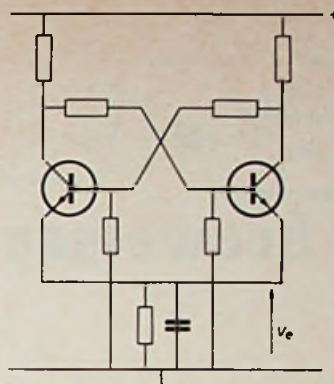

Fig. 16
- 4^e Gezien punt 3 blijkt nu, dat ook de flip-flop met automatische polarisatie (fig. 16) met de „slechtste geval” methode kan worden uitgerkend. Inderdaad is de gemeenschappelijke emitterspanning V_e constant, zodat de algemene formules nog toepasselijk blijven. Hetzelfde kan gezegd worden voor de monostabiele multivibrator met automatische polarisatie, alsook voor de Schmitt